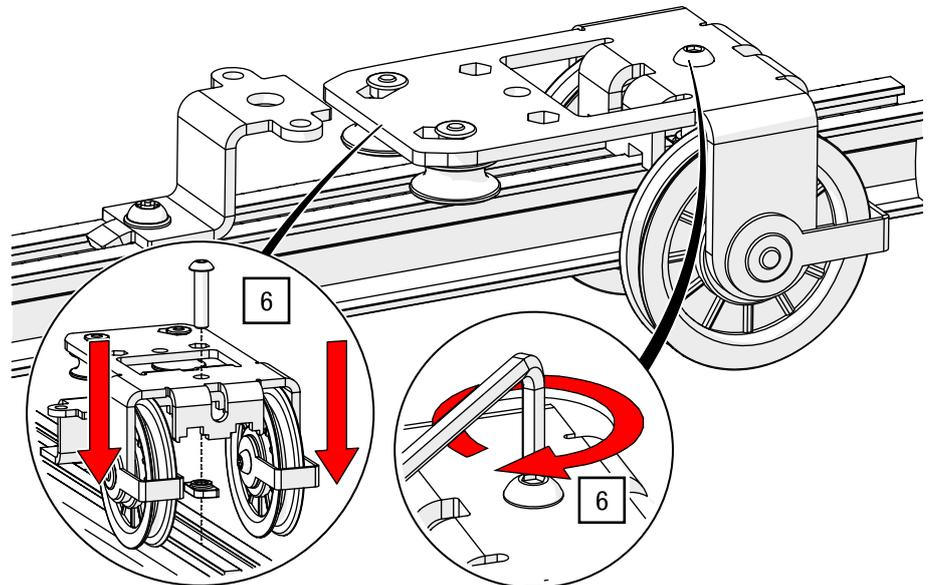

Abb. 78: Seitliche Seilführung – Ableitrolle SSF montieren
6. Positionieren Sie die Ableitrolle an der gewünschten Position und schrauben Sie diese mit einem ISK SW 5 und 27 Nm fest (siehe Abb. 78).